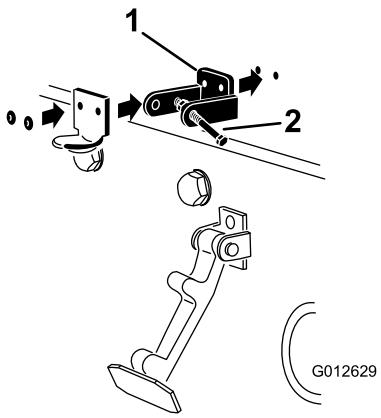

图 33
3. 对准安装孔的同时将 CE 锁定支架和机罩闩锁支架放到机罩上。锁定支架必须紧贴机罩 (图 33)。不要从锁定支架臂卸下螺栓和螺母总成。
5. 用铆钉将支架和垫圈铆定到机罩 (图 33)。